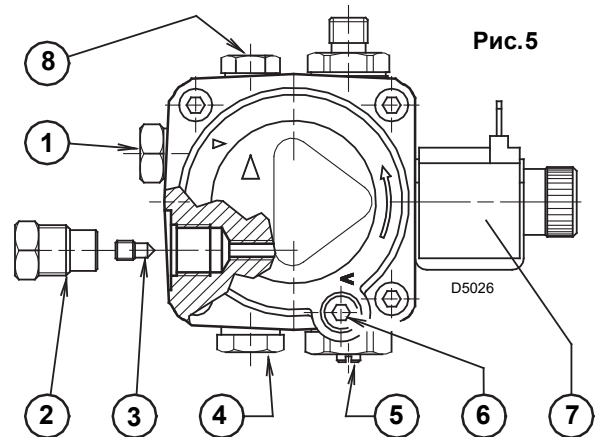
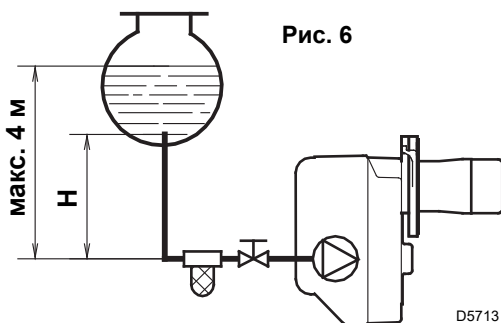

Рис.5
Рис. 6
Для работы в режиме одноходовой системы необходимо открутить колпачок обратного контура (2), снять перепускной винт (3) и затем закрутить колпачок (2), (см. рис. 5).
В системе на рис. 6 достаточно ослабить штуцер вакуумметра (5, рис. 5) и подождать, пока начнет вытекать топливо.